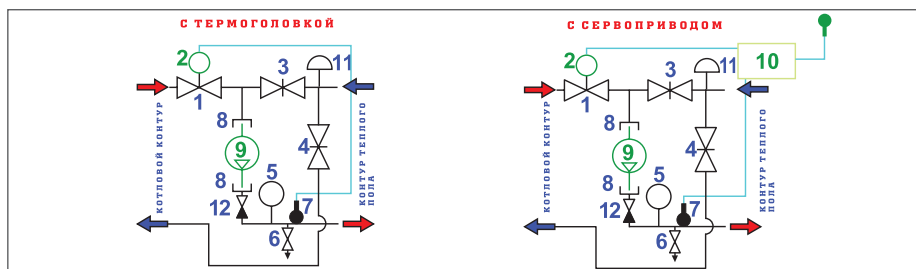

Рис. 31. Тепломеханические схемы узлов TECHNOMIX и VALMIX
- Узел VALMIX поставляется без насоса и привода термостатического клапана (рис. 31).